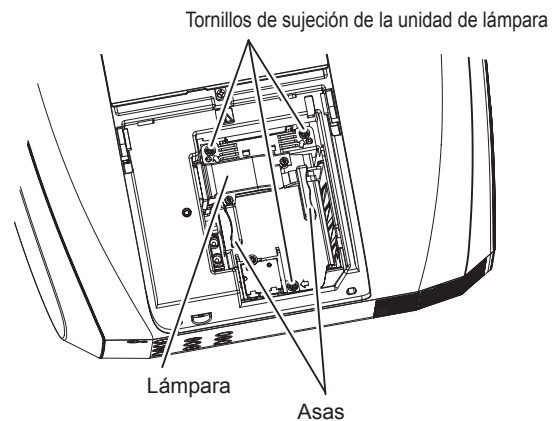

Figura 2
- 3) **Quite la unidad de la lámpara. (Figura 2)**